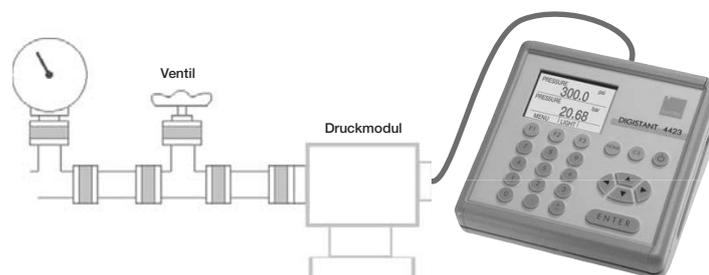

Abbildung 9: Anschlüsse zur Druckmessung
- Schließen Sie das Druckmodul mit dem Druckmoduladapter 7130 an den Kalibrator an (siehe Abbildung 9).